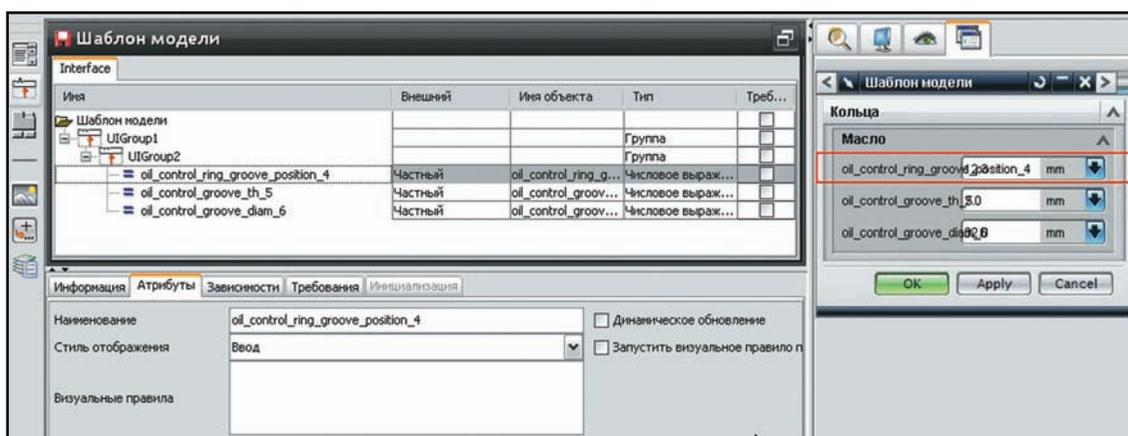

Рисунок 10.11 Диалоговый интерфейс шаблона
- В правом верхнем окне откройте вкладку **Проводник диалогов**. Если все было сделано правильно на предыдущих шагах, то диалог шаблона должен выглядеть как на рис. 10.11.